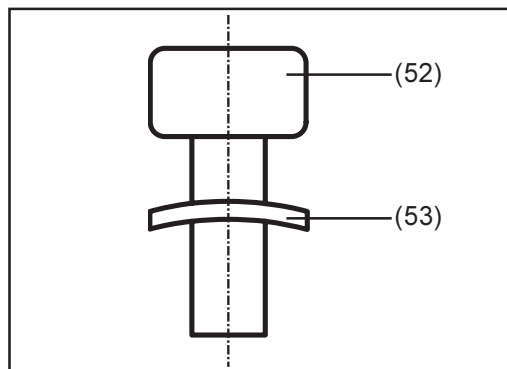

Abb. 13
- Print LCG15 (3) positionsrichtig auf die Distanzstücke an der Diodenhalterung aufsetzen
- 2 Schrauben M4x20-TX20 (65), ohne Tellerfedern, leicht andrehen
Hinweis! Vor dem Ansetzen der 2 Schrauben M4x20-TX20 (52), die Tellerfedern (53) - Abb. 13 - auf die Schrauben M4x20-TX20 (52) aufschieben.
1. Print LCG15 (3) positionsrichtig auf die Distanzstücke an der Diodenhalterung aufsetzen
Hinweis! Vor dem Ansetzen der 4 Innensechskantschrauben M4x22 - Schlüsselweite 3 - (52), die Tellerfedern (53) - Abb. 13 - auf die Schrauben (52) aufschieben.